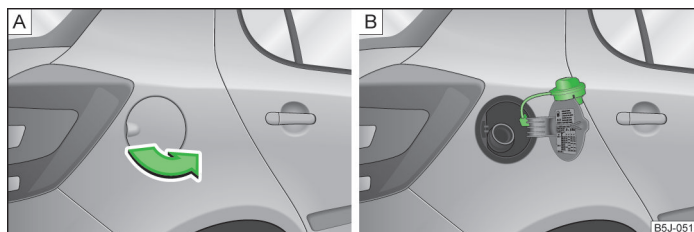

Abb. 122 Fahrzeugseite hinten rechts: Tankklappe / Tankklappe mit aufgeschraubtem Verschluss
Auf der Innenseite der Tankklappe sind die für Ihr Fahrzeug vorgeschriebenen Kraftstoffsorten angegeben » Abb. 122 auf Seite 156 - [B].
- Die Tankklappe mit der Hand aufklappen » Abb. 122 - [A].
- Den Tankverschluss linksherum herausdrehen und von oben auf die Tankklappe stecken » Abb. 122 - [B].